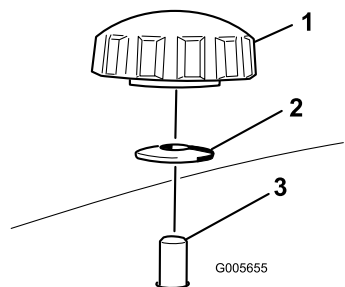
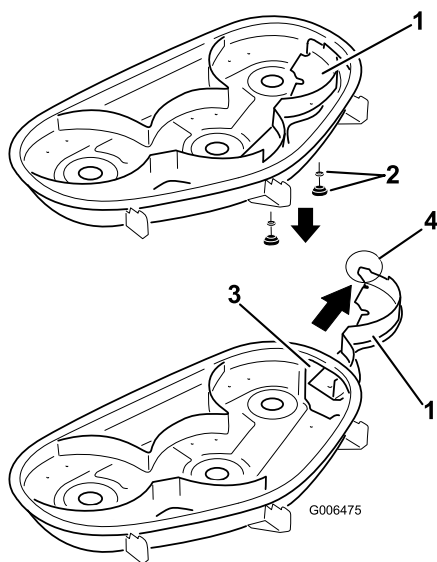

Figura 24
Figura 25
- Retire los 2 pomos y las arandelas curvas que sujetan el deflector derecho al cortacésped, según se muestra en Figura 24.
- Retire el deflector derecho y baje el deflector de hierba sobre el orificio de descarga, según se muestra en Figura 25 y Figura 24.
- Pase el deflector derecho por el orificio de descarga y fíjelo con 2 pomos y arandelas curvas (cara ahuecada hacia el cortacésped) según se muestra en Figura 24 y Figura 25.